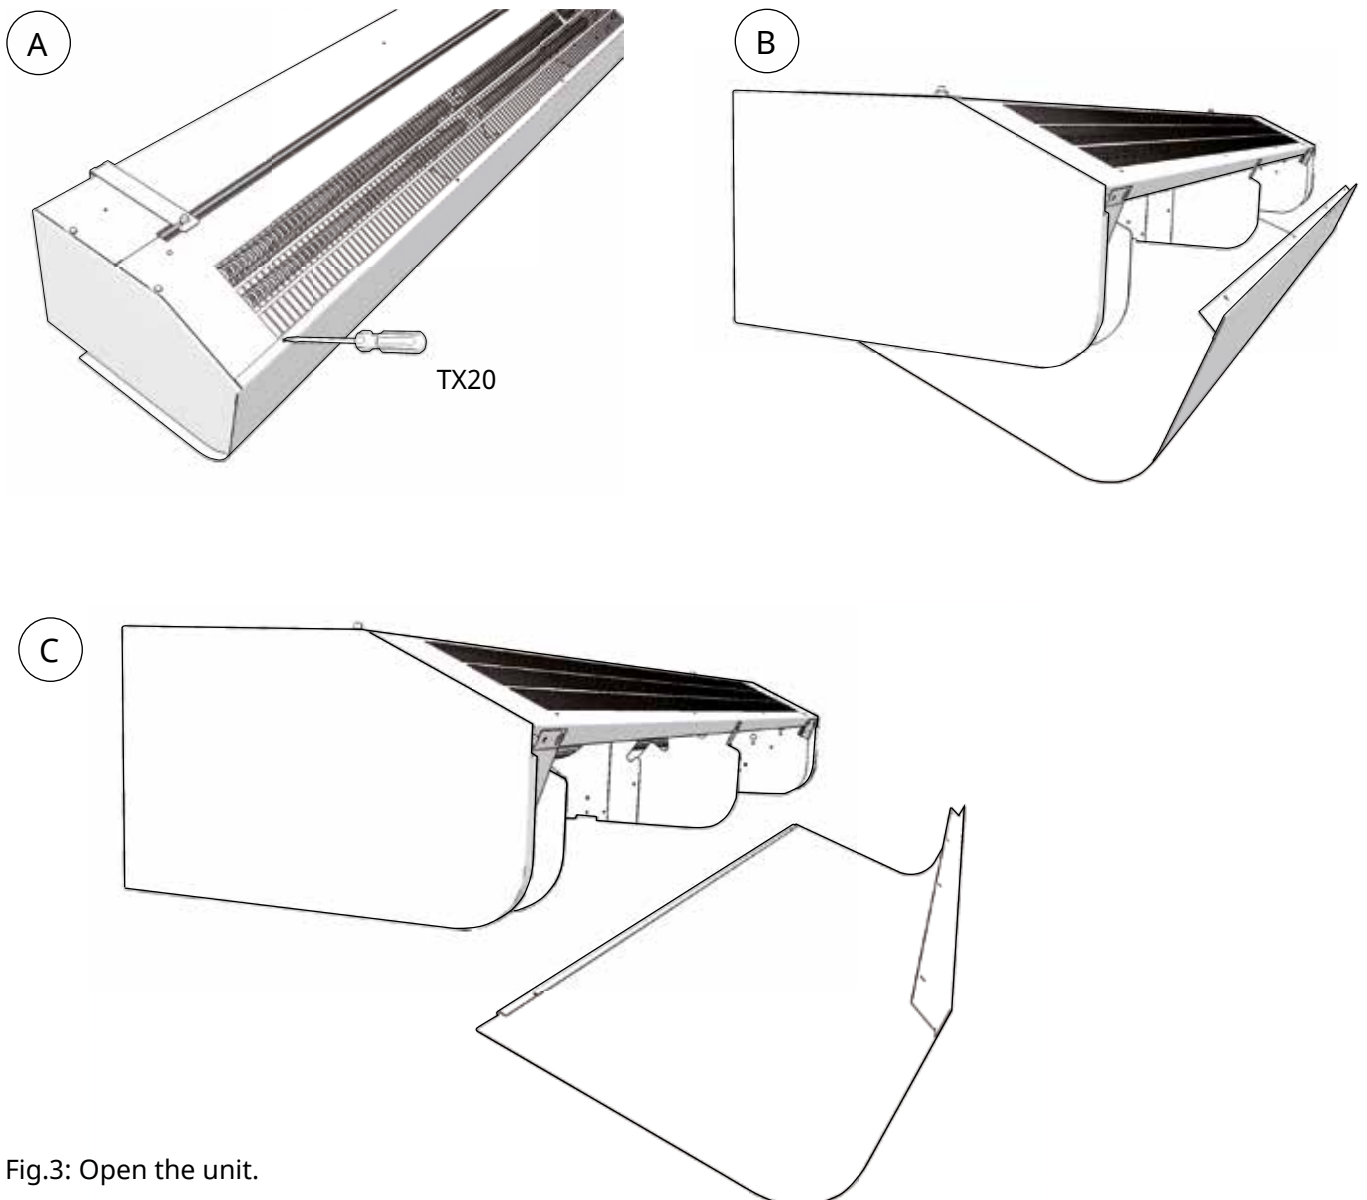

Fig.3: Open the unit.
2. Przednią pokrywę zdejmuje się, odkręcając śruby na wierzchu urządzenia i wyciepając wygiętą krawędź przy spodzie (rys. 3).